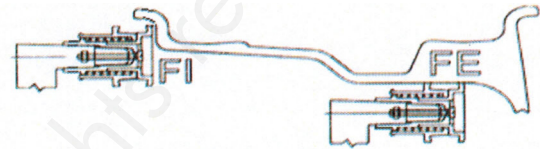

Afb. 7-6
Als u van de normale modus naar een andere modus schakelt, hoeft u de gegevens van de velg niet opnieuw invoeren. Druk gewoon op de ALU toets om deze modus te selecteren. Alleen in ALU-S modus moeten de gegevens op een specifieke manier worden ingevoerd. ALU-S betekent "Speciaal" en omvat twee balanceermodi (zie afbeelding 7-6).
3. Draai het wiel langzaam. Wanneer alle LEDs van de indicator van de interne balanceerpositie gaan branden (zie afbeelding 5-1 (3)), als u afbeelding 7-6 heeft gevolgd voor het invoeren van de velgmaat, klem het gewicht op de 12 uur positie binnen de velg. Als u de afbeelding 10-9 links volgt, plak het gewicht op de 12 uur positie buiten de velg.